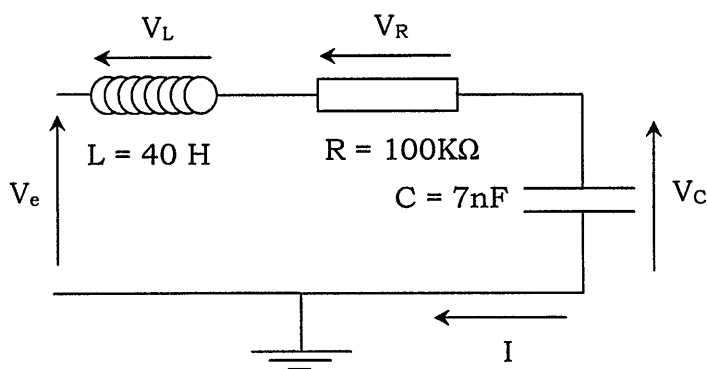

Figura 3: Esquema del circuito RLC.
Diseñar con PSpice el circuito de la Figura 3. Para generar la señal de entrada V_e utilizar el componente VAC de la librería SOURCE con 1 V_{pp} y sin componente continua.
(6) Realizar una simulación del circuito de la Figura 3 en el dominio de la frecuencia midiendo las tensiones: V_e , V_L , V_R y V_C . Para ello hacer clic en el menú "Pspice → Edit Simulation Profile" y aparece el cuadro de diálogo "Simulation Settings". En el desplegable "Analysis Type" se elige la opción "AC Sweep/Noise". En el apartado "AC Sweep Type" se selecciona "Logarithmic" para la escala. El punto inicial de frecuencia se establecerá en 10 Hz, el punto final en 10 kHz y 100 puntos por década. Dibuja el resultado a continuación.
(7) En el circuito de la Figura 3 sustituir el componente VAC por VSIN (de la librería SOURCE) y configurarlo con una frecuencia de 30 Hz, 1 V_{pp} y sin componente de continua. Realizar una simulación en el **dominio del tiempo** y con una duración de 50 ms. ¿Qué ocurre con los desfases entre V_R y V_e, entre V_C y V_e y entre V_L y V_e? ¿Qué ocurre con la tensión en la bobina? Razonar las respuestas.